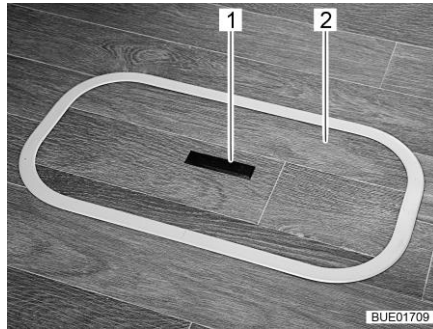
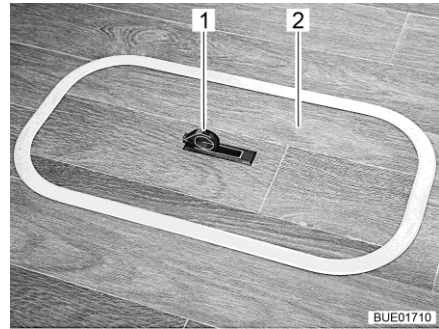

Fig. 68 Copertura scomparto del pavimento (maniglia abbassata)
Fig. 69 Copertura scomparto del pavimento (maniglia alzata)
- Spingere la piastra di presa (Fig. 68,1) verso il basso da un lato. La maniglia (Fig. 69,1) viene ruotata verso l'alto.
- Rimuovere la copertura (Fig. 68,2 o Fig. 69,2) tirandola verso l'alto.